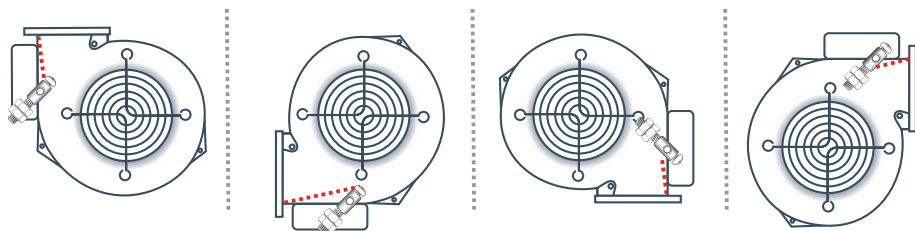

Рис. 2
- 2.2.2. В процессе первичного запуска котла необходимо произвести настройку обратного клапана вентилятора наддува следуя рекомендациям (п.п. 3.4. и рис. 2), при остановке вентилятора наддува клапан должен закрываться, а при его запуске приоткрываться.
- 2.7.8. До начала эксплуатации котла обязательно необходимо произвести настройку обратного клапана вентилятора наддува (п.п. 3.4. и рис. 2).
3.2.20 Рекомендации по положению болта противовеса при открытой и закрытой заслонке относительно корпуса вентилятора наддува и котла представлены на рис. 2.
3.4. Вентилятор наддува (рис. 2) состоит из корпуса , обратного клапана , который имеет два положения, открыто и закрыто, оси клапана, болта противовеса с фиксирующим винтом и гайками.